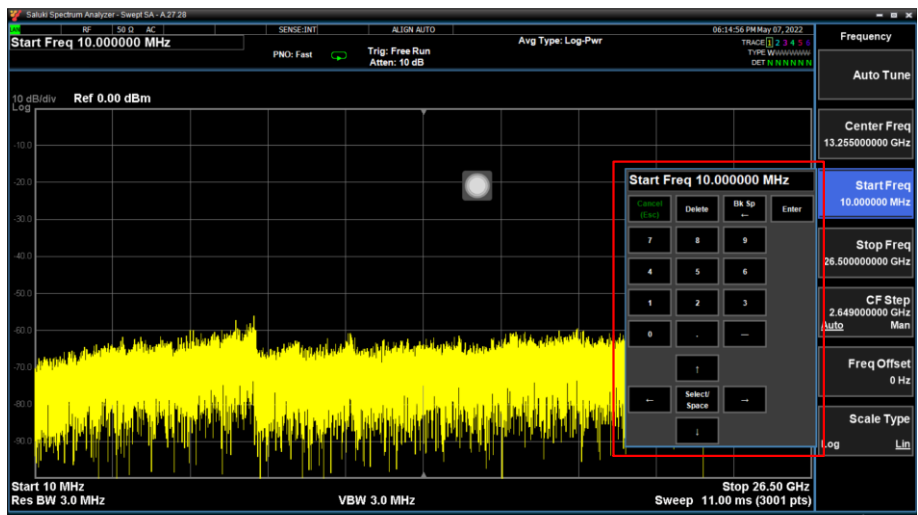

图8. 右侧数字软键盘输入
功能菜单中的选项需要数值输入时，会自动弹出一个数字键盘以供输入使用。在数值输入过程中，它会自动切换到单位选择，数值输入完成后，点击单位完成输入（如图 8 所示，在设置起始频率时，数字小键盘会自动弹出，并且在输入时会自动切换出单位选择）。同时支持外部键盘输入。
如果菜单项③中显示有数值，可以输入数值来进行修改。点击功能菜单③的按钮后，会弹出一个数字软键盘，进行数值输入（见图 8）。在使用数字软键盘输入数值时，软键盘会自动弹出单位选项卡，输入完成并选择单位后，软键盘会自动隐藏。